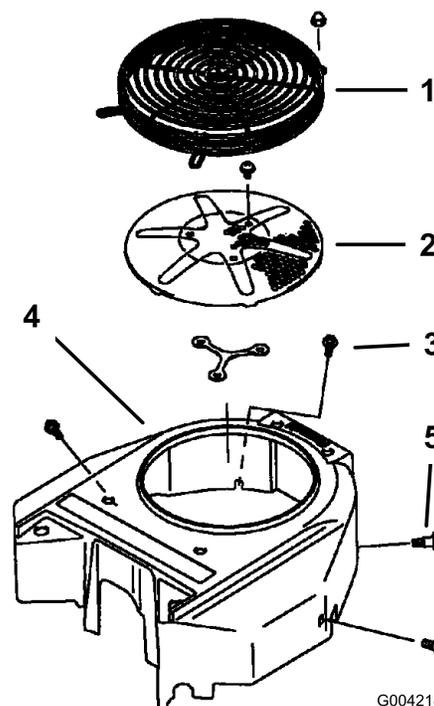

図 73
3. エアインテークスクリーン、リコイルスターター、ファンハウジングを取り外す(図 73)。
5. 吸気スクリーンとリコイルスターター、ファンハウジングを取り付ける(図 73)。